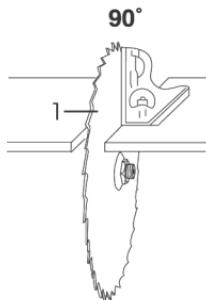

Fig. 9 – Ajuste del tope de  $0^{\circ}$
4. Con el auxilio de una escuadra de 90°, ajuste la lámina de sierra con relación a la base, conforme muestra la fig. 9